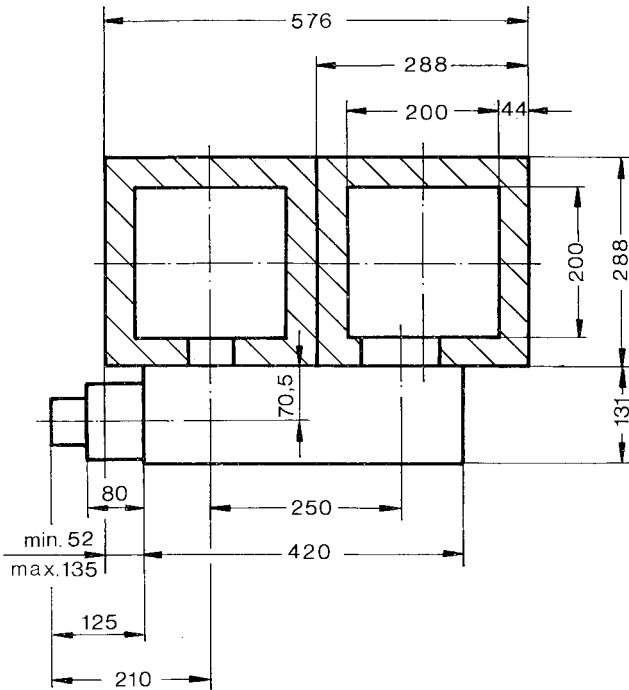
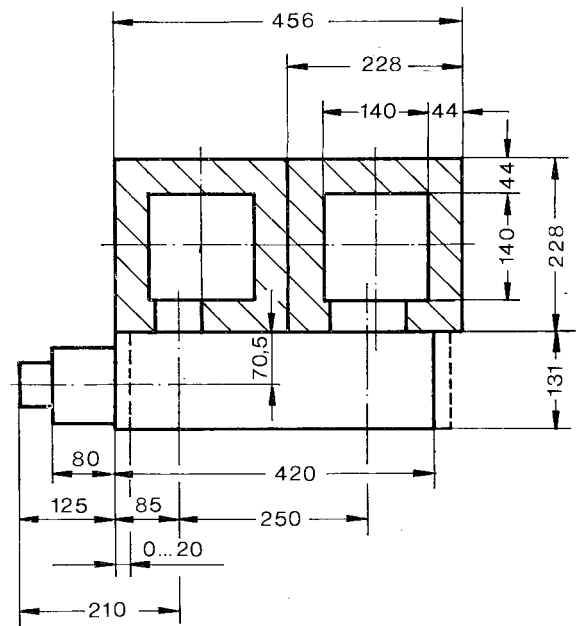

Bild 6 Maße am Eternit- LAS 200/200 mm l.w.
Bild 7 Maße am Eternit-LAS 140/140 mm l.w.
- Bohrungen für Frischluft- und Abgasstutzen entsprechend Bild 6 und Bild 7 anzeichnen.